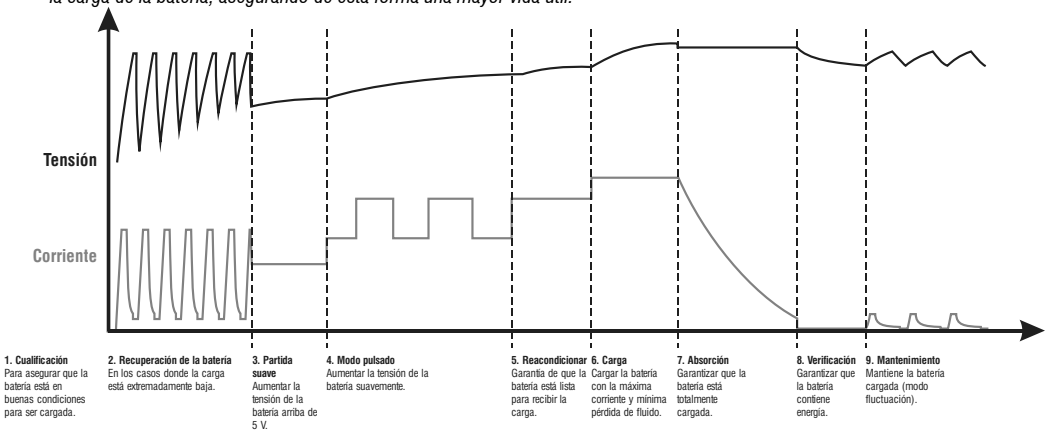

Fig. 1 – Etapas para carga de la batería
- Sistema con microprocesador que divide la carga de la batería en 9 etapas, Fig. 1. Estas etapas garantizan una mejor calidad en la carga de la batería, asegurando de esta forma una mayor vida útil.